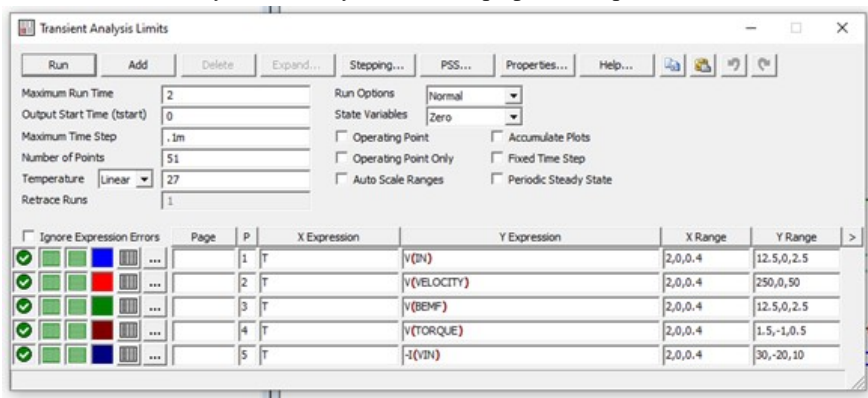

Рис. 3.2
- 2.3. Запустите расчет переходных характеристик – **Analysis→Transient...** (Alt+1). Выставьте параметры расчета частных характеристик как указано на рис. 3.2 и нажмите кнопку **Run**. Получившиеся графики сохраните в отчет.
Выставите параметры расчета частных характеристик как указано на рис. 3.2 и нажмите кнопку **Run**. Получившиеся графики сохраните в отчет.